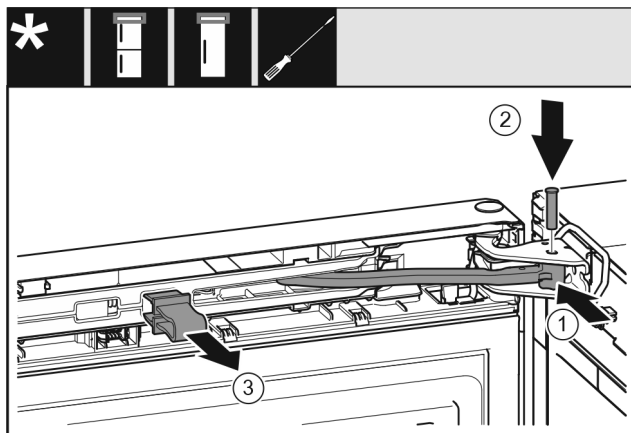

Fig. 31
- ▶ Otočte kloub Fig. 31 (1) ve stojanu ložiska.
- ▶ Vložte čep Fig. 31 (2) do stojanu ložiska a kloubu. Přitom dávejte pozor, aby byla zajišťovací váčka správně usazena v drážce.
- ▶ Pojistku Fig. 31 (3) vytáhněte.